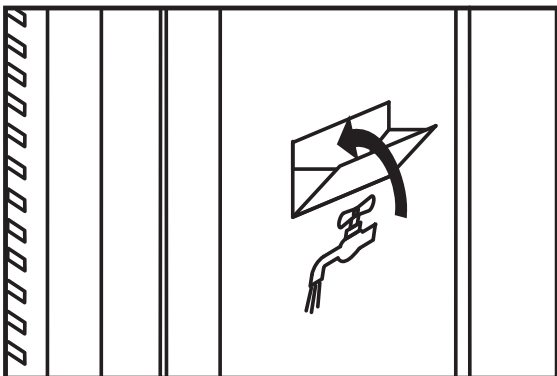

Fig. 5
- ▶ **4.1.3.** Należy zamknąć drzwiczki zbiornika (Rys. 5).